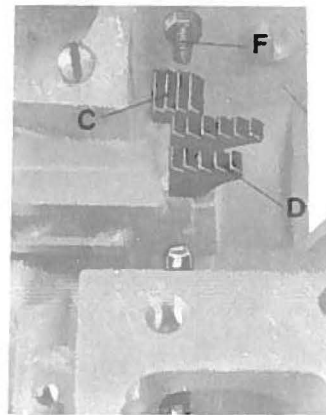

fig. 12
- Montare le griffe posteriori C e D (fig. 12) e appaiare le slitte porta griffe.